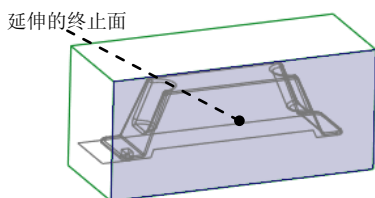

图 12.18 选取延伸的终止面
- ② 在系统的提示下，选取图 12.18 所示的坯料的表面为延伸的终止面。
- ③ 单击  按钮，完成延伸曲面 3 的创建。